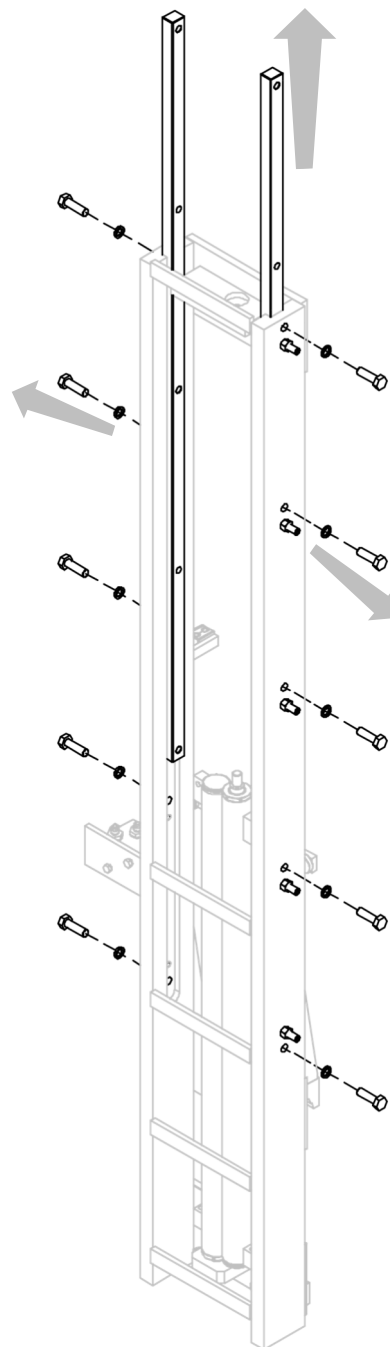

Abbildung 8
3. Entfernen Sie die Gleitlagerbuchsen, nachdem Sie die Gewindestifte gelöst und die entsprechenden Schrauben, die sie blockieren, abgeschraubt haben (siehe *Abbildung 8*).